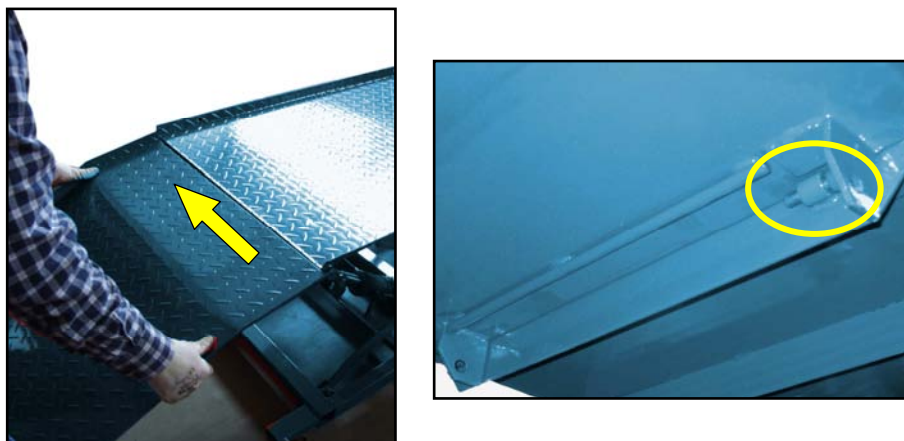

Figura 14 – Montaggio della rampa inclinata.
7. Premete più volte il pedale di sollevamento (11) ed alzate il piano per 30 / 40 cm così da poter montare la rampa inclinata senza difficoltà.
8. Afferrate la rampa inclinata con entrambe le mani e poi montatela sul pianale inserendo da destra verso sinistra i perni di fissaggio, come mostrato in figura 14.